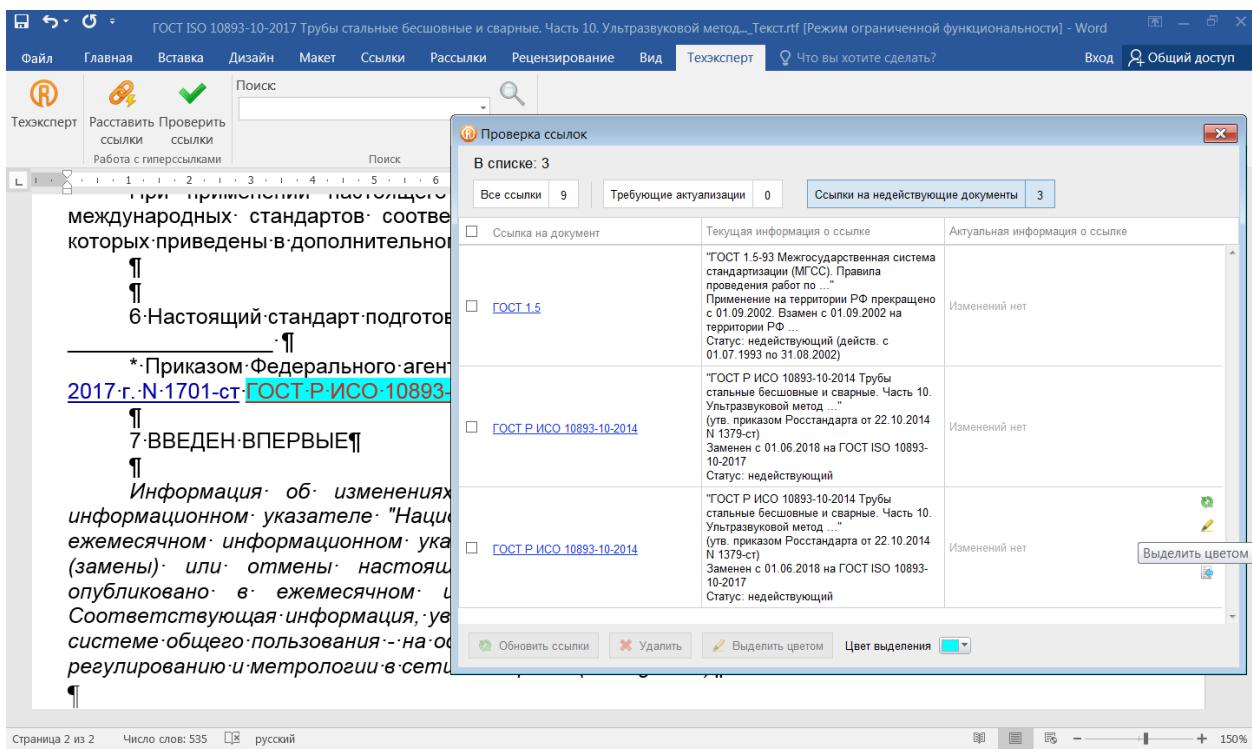

Рис. 16.2. Проверка гиперссылок, выделение ссылок цветом
5. После установки гиперссылок можно их проверить. Для этого надо нажать кнопку «Проверить гиперссылки». Поверх текста откроется окно с таблицей, в которой будет представлен список из всех установленных ссылок, классифицированных по типам: все ссылки; ссылки, требующие актуализации; ссылки на недействующие документы (рис. 16.2). Таблица содержит также все выходные данные документов (в т.ч. дату последней и предыдущей редакции документа), актуальную информацию.
6. Теперь выделим цветовым маркером в тексте ссылки на недействующие документы. Для этого нужно выбрать вкладку таблицы «Ссылки на недействующие документы», выбрать внизу страницы понравившийся цвет маркера, навести курсор на нужный документ из списка и нажать пиктограмму «Выделить цветом» (рис. 16.2).